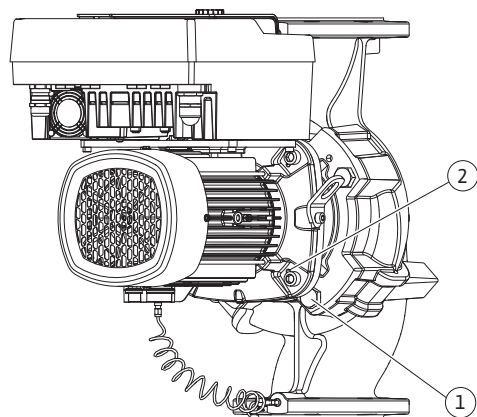

Fig. 101: Estrazione del set di innesto tramite i fori filettati (DN 100 ... DN 125)
21. Rimuovendo le viti (Fig. II, pos. 10) si stacca anche il trasduttore di pressione differenziale dalla flangia motore. Lasciar appeso il trasduttore di pressione differenziale (Fig. I, pos. 8) con la lamiera di sostegno (Fig. I, pos. 13) ai tubi di misurazione della pressione (Fig. I, pos. 7). Staccare il cavo di collegamento del trasduttore di pressione differenziale nel modulo elettronico.
22. Estrarre il set di innesto dal corpo pompa. Utilizzare a tale scopo i due fori filettati (vedi Fig. 101, pos. 1).